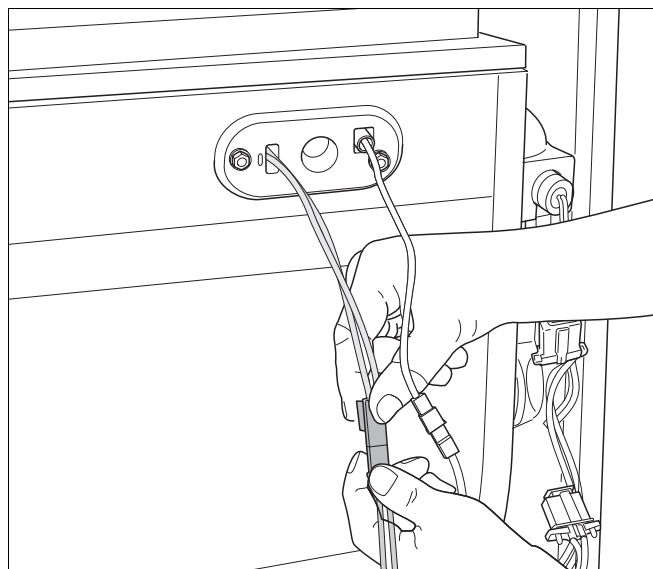
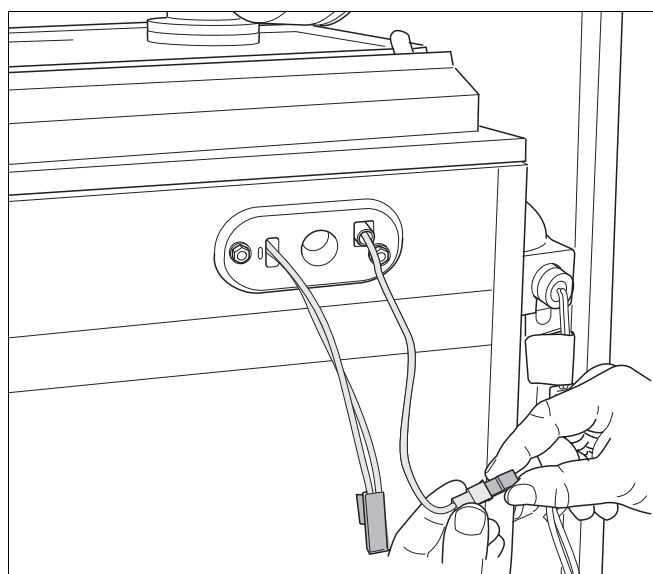

Fig. 107 Stikket til gløderøret tages af
Fig. 108 Stikket til ioniseringselektroden tages af
- Løsn stikket til gløderøret (fig. 107) og ioniseringselektroden (fig. 108).